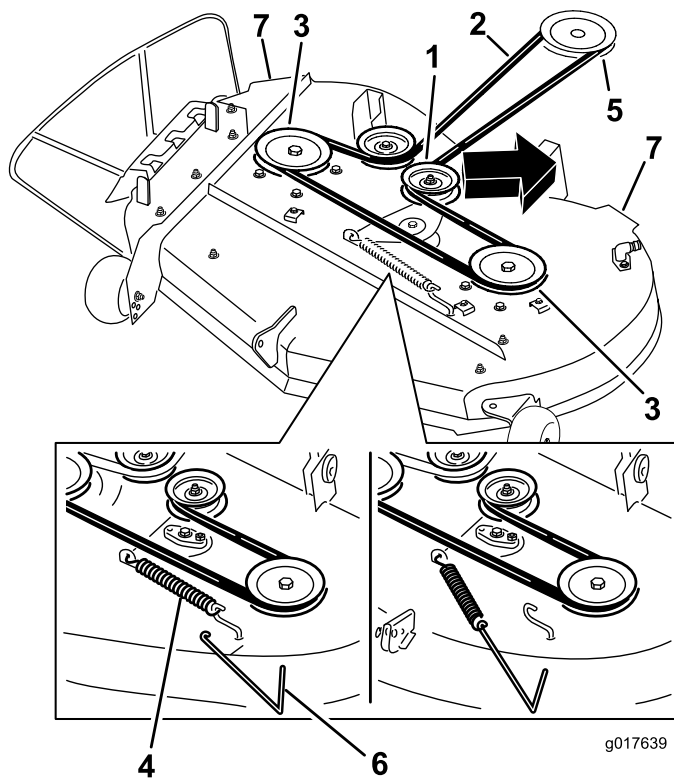

Figure 59
4. À l'aide d'un outil de dépose de ressort (réf. Toro 92-5771), décrochez le ressort du crochet sur le tablier pour éliminer la tension sur la poulie de tension et déchaussez la courroie des poulies (Figure 59).
- Acheminez la courroie neuve autour de la poulie du moteur et des poulies du tablier de coupe (Figure 59).
- À l'aide d'un outil de dépose de ressort (réf. Toro 92-5771), accrochez le ressort au crochet situé sur le tablier, ce qui a pour effet d'exercer une tension sur la poulie de tension et la courroie du tablier de coupe (Figure 59).